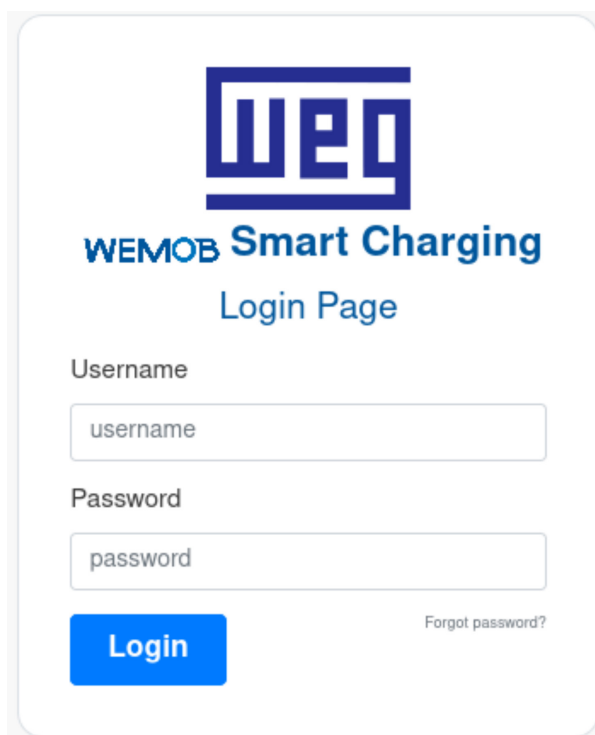

Figura 5.1: Tela de login
3. Uma vez conectado na rede sem fio, utilize um navegador web e digite o IP 10.10.10.1. Após a conexão com o servidor web, uma página com a tela de login deve aparecer no navegador, conforme mostra a Figura 5.1 na página 5-1. Inicialmente o dispositivo vem configurado com o login e senha padrão de fábrica:
Caso o usuário se esqueça do seu login ou senha, é possível redefiní-los clicando no botão **Forgot password?** localizado no canto inferior direito da tela de login mostrado na Figura 5.1 na página 5-1.